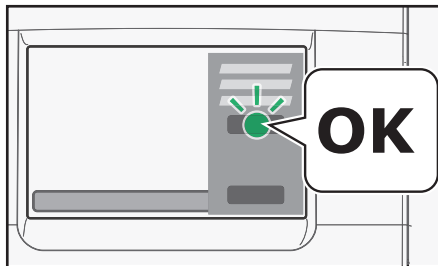

Bild 5.6 - Tryck på OK under spolning/slutför rengöring
8. Tryck på "OK" för att bekräfta (bild 5.6), att Rinza rengöringstabletter är insatta och att behållarna är placerad enligt anvisningarna.
9. Tryck på "OK" för att börja sköljning med varmt vatten. (bild 5.6).